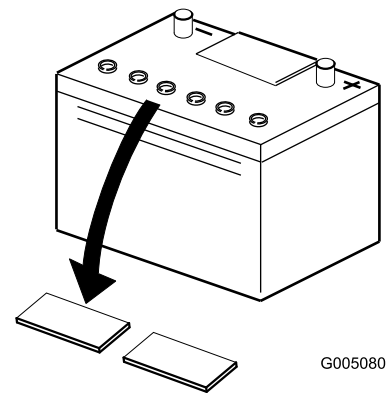

Bild 4
4. Reinigen Sie die Oberseite der Batterie und nehmen Sie die Entlüftungsdeckel ab (Bild 4).